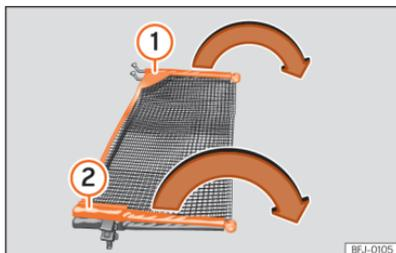

Fig. 201 Desdobrar a rede de separação.
- Desdobre as varetas transversais »»» Fig. 201 ① e ② da rede no sentido das setas até ouvir um «clique».